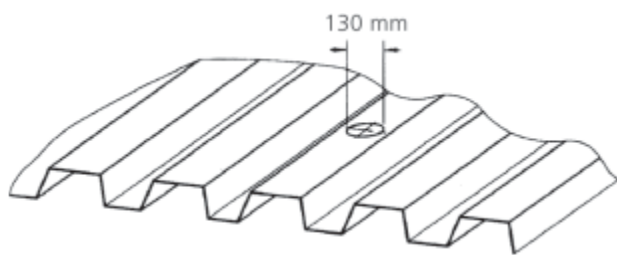

Figura 6.17 Orificiu din acoperiș (130mm)
2. Realizați o gaură în acoperiș care va avea un diametru de 130mm (vezi figura 6.17). Dacă acoperișul este făcut din tablă cutată, atunci orificiul trebuie realizat la partea de sus a profilului.